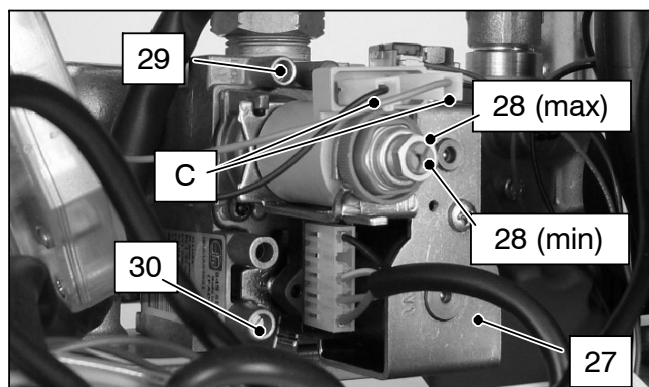

fig. 7.3
Dopo ogni misurazione delle pressioni gas, **richiudere bene** le prese di pressione utilizzate (30 e 29 in fig. 7.3). Dopo ogni operazione di regolazione gas **gli organi di regolazione della valvola devono essere sigillati**.
- 2 A caldaia spenta (fuori servizio), controllare la pressione di alimentazione utilizzando la presa 30 in fig. 7.3 e confrontare il valore letto con quelli riportati nella tabella **Pressioni di alimentazione gas** a pag. 11, 13
- 4 Aprire la presa di pressione 29 in fig. 7.3 e collegare un manometro.
Per tarare la pressione al bruciatore agire sul dado esagonale grande in ottone dell'operatore modulante 28 *max* in fig. 7.3 (ruotando in senso orario la pressione aumenta).
non vada a toccare le parti metalliche della caldaia fig. 7.3
Per tarare la pressione al bruciatore agire sulla vite in plastica (28 *min* in fig. 7.3) tenendo fermo il dado esagonale in ottone grande (28 *max* in fig. 7.3) dell'operatore modulante (ruotando in senso orario la pressione aumenta).
11 Collegare il filo di alimentazione "C" dell'operatore modulante fig. 7.3
15 **Chiudere la presa di pressione 29** in fig. 7.3
4 Aprire la presa di pressione 29 in fig. 7.3 e collegare un manometro.